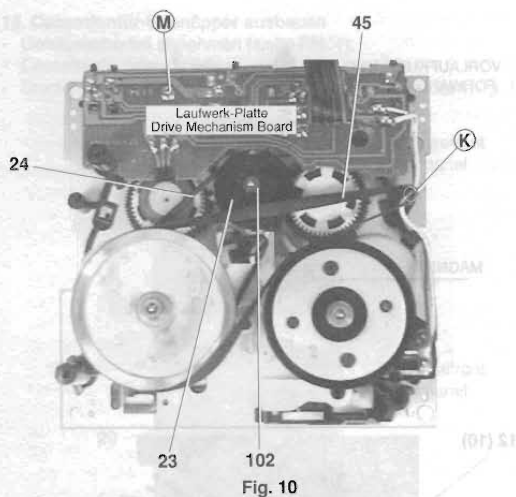

Fig. 10
- Schraube (M) herausdrehen (Fig. 10).
- Undo screw (M) (Fig. 10).
- Scheibe 102 und Riemenscheibe 23 abziehen (Fig. 10).
- Pull off the washer 102 and the pulley 23 (Fig. 10).